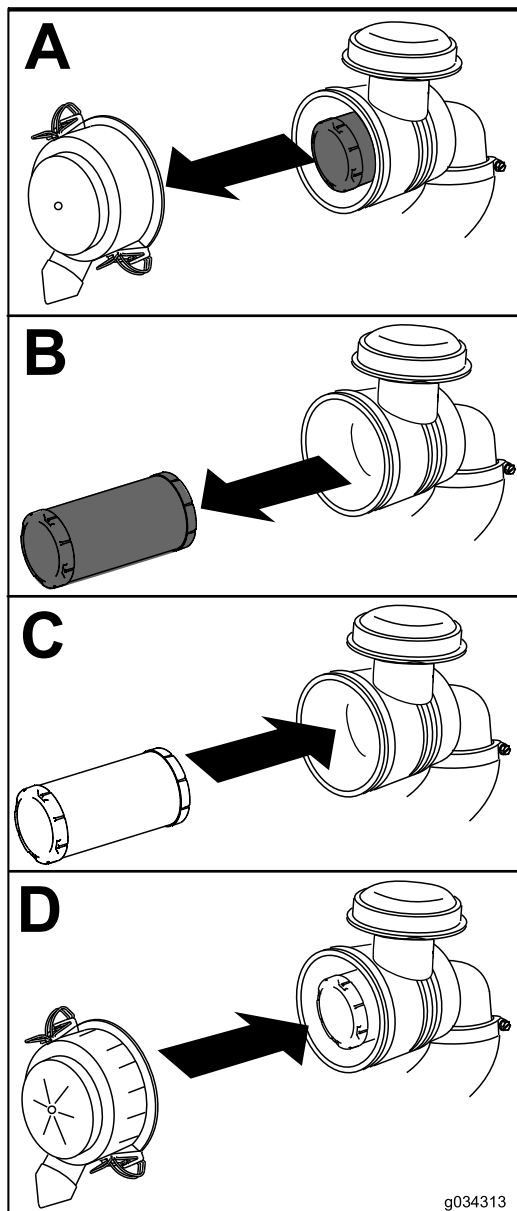

Figure 36
1. Sortez l'élément filtrant du boîtier du filtre avec précaution (Figure 36).
4. Reposez le couvercle du filtre à air, le côté portant l'inscription « UP » en haut, et verrouillez-le (Figure 36).